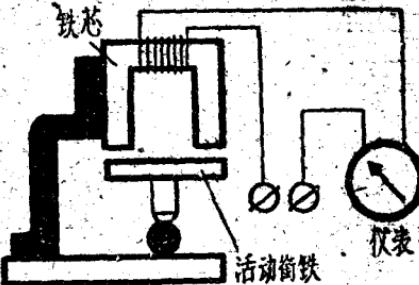

图 14
9. 电感式测微计(图14) 在一个很小的「型铁芯上, 用很细的漆包线绕上几万圈, 并在下面放一个衔铁, 然后用弹